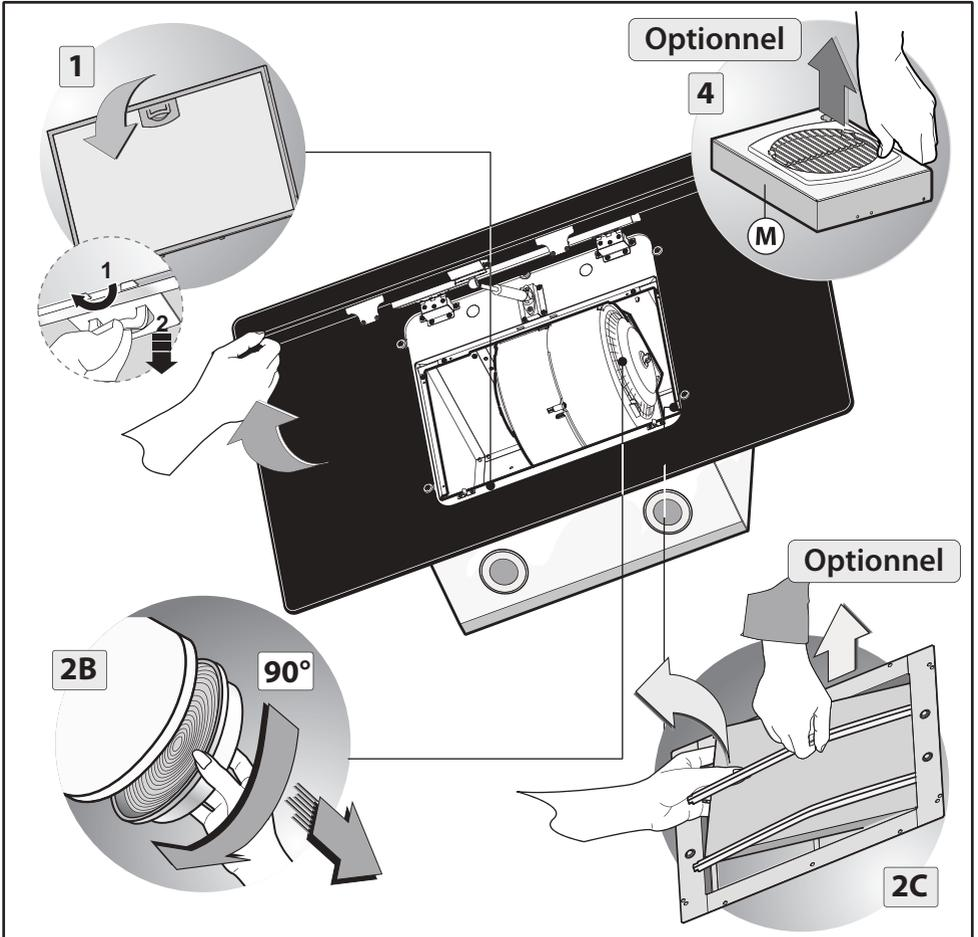

Fig.2
1. Enlever le **filtre anti-graisse** en tirant la poignée comme cela est illustré dans la figure 2 - phase 1.
2. Si le produit est fourni avec des filtres aux **charbons actifs (B-C)**, les enlever comme cela est indiqué dans la figure 2 - phase 2B ou 2C.
3. Décrocher le boîtier M comme cela est indiqué dans la figure 2 - phase 4 (optionnel).